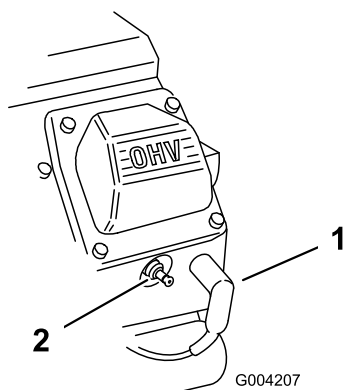

Figura 166
3. Conecte los cables de bujía en las bujías (Figura 166).